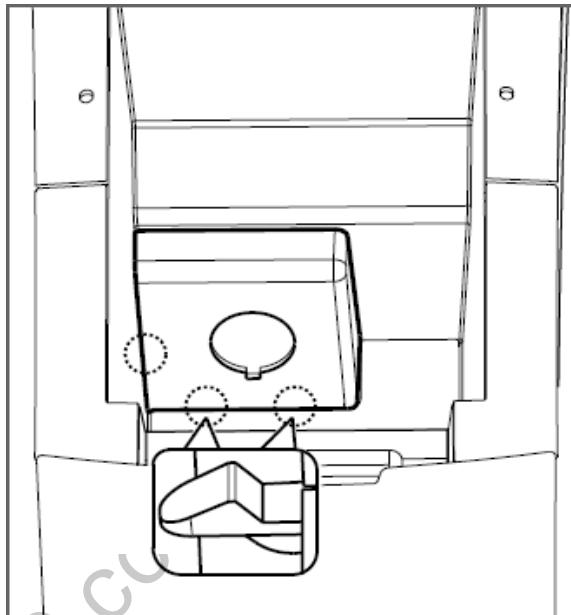

图 1.6.11 备用电源安装版的拆卸 a
- b) 用一字螺丝刀沿备用电源安装板与副仪表板本体配合处小心撬起安装板,直至将全部配合卡脚全部松开,向上翻转取下备用电源安装板。如图1.6.11所示;